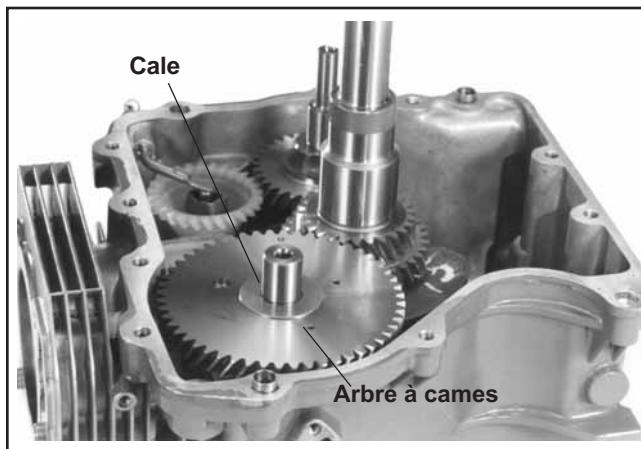

Figure 9-47. Dépose de l'arbre à cames.
1. Retirer l'arbre à cames et la cale. Voir la figure 9-47.